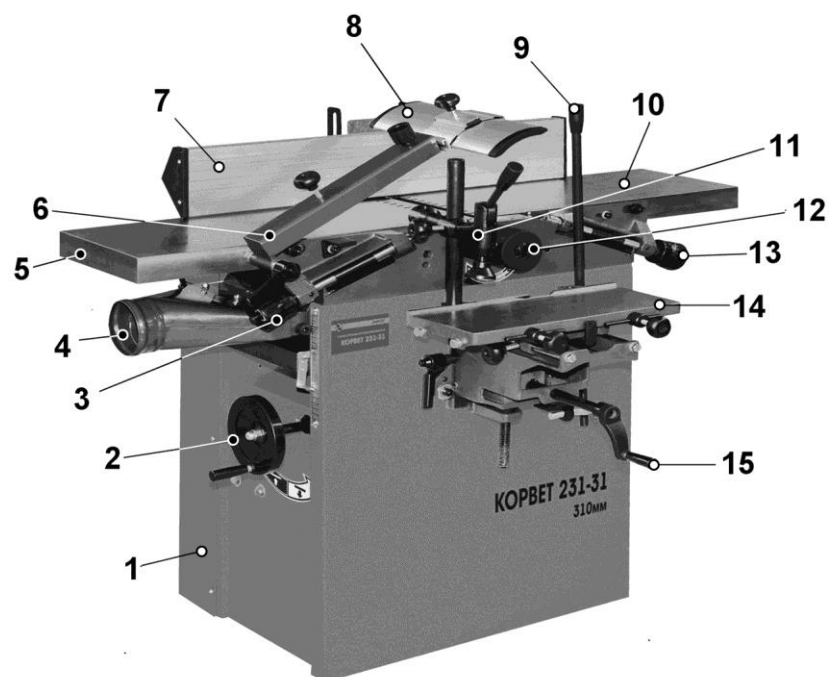

Рис. 3
16. НАТЯЖЕНИЕ РЕМНЯ, Рис. 3; 8; 33